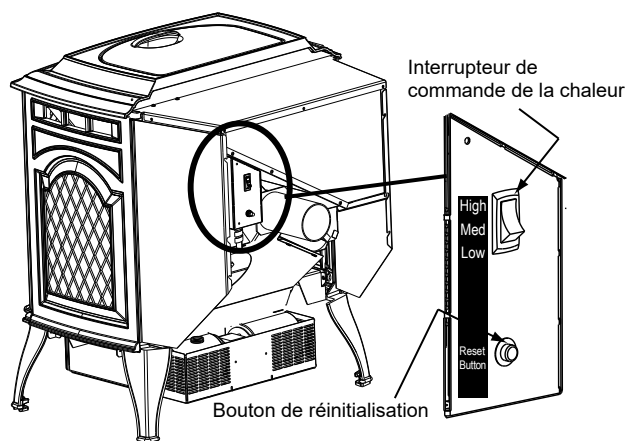
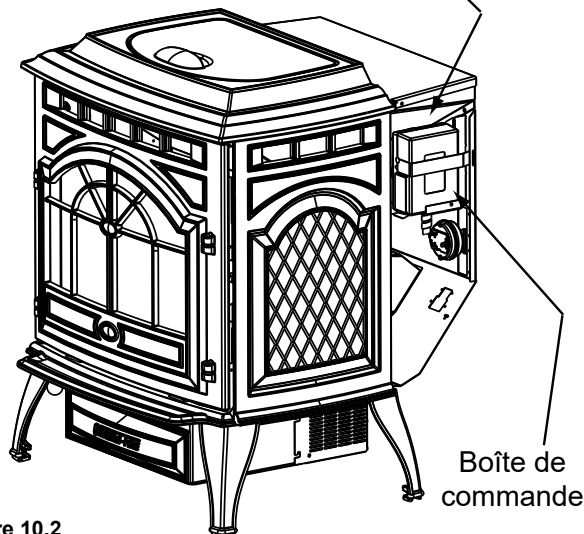

Figure 10.1
Figure 10.2
Cet appareil est doté d'un interrupteur de commande du chauffage à trois positions ou taux de combustion : bas, moyen et haut. L'appareil se met en marche ou s'arrête quand le thermostat le demande. Quand le thermostat demande de la chaleur, l'appareil démarre toujours sur le taux de combustion prédéfini. Si l'appareil est réglé sur une des positions basses, il sera plus silencieux, mais il lui faudra plus de temps pour chauffer une pièce comparé à s'il était réglé à un taux plus élevé de combustion. Peu importe le taux de combustion, l'appareil s'arrête quand la température de la pièce correspond au réglage du thermostat (Figure 10.1).
3. Localisez l'interrupteur de contrôle de l'intensité du chauffage situé au dos de l'appareil du côté droit supérieur (**Figure 10.1**). Réglez-le sur « haut » en enfonceant l'extrémité de l'interrupteur de contrôle, puis réglez le thermostat sur la température maximum. Retirez le panneau de droite et le voyant d'appel rouge situé à gauche de la boîte de commande s'allumera (Figure 10.2). Cela indique que le thermostat demande de la chaleur.
3. L'appareil peut parfois brûler tout le combustible et s'arrêter automatiquement (Figure 10.2 on page 10). Dans ce cas, le voyant d'appel rouge sera allumé (**Figure 10.1 on page 10**). Pour le remettre en marche, remplissez la trémie et pressez le bouton de réinitialisation. Le voyant d'appel rouge s'éteint quand vous pressez le bouton de réinitialisation. Relâchez le bouton et le voyant se rallumera. Vous devez voir des flammes apparaître après un court instant. Si ce n'est pas le cas, suivez les instructions de la rubrique « Allumage de votre premier feu ».